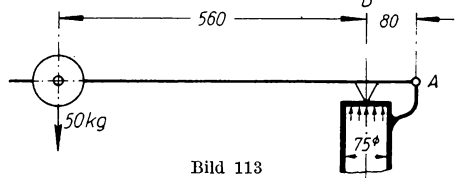

Bild 113
**252.** Ein Sicherheitsventil hat 75 mm lichten Ventildurchmesser (Bild 113).